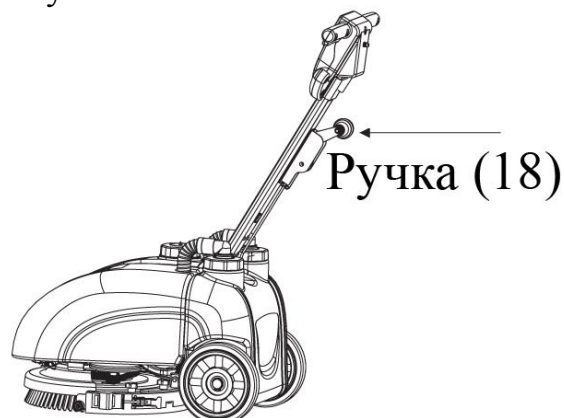

Рисунок 6
По окончании эксплуатации машины, необходимо подготовить ее к хранению. Снять щетку с машины, прочистить ее и просушить. Во избежание деформации щетки во время хранения машины, установку щетки на машину производить непосредственно перед началом работы. Потянуть ручку (18) до полного подъема стяжки. Смотрите рисунок 6.